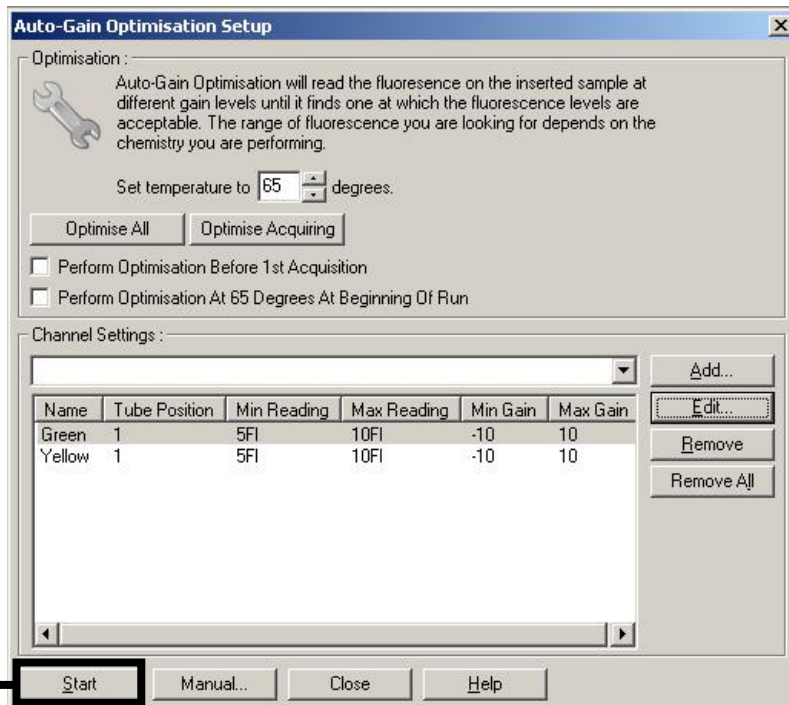

Figure 3. Démarrage de l'optimisation du gain.
3. Cliquer sur « **Start** » pour lancer l'optimisation du gain pour la première analyse *artus* (Figure 3).